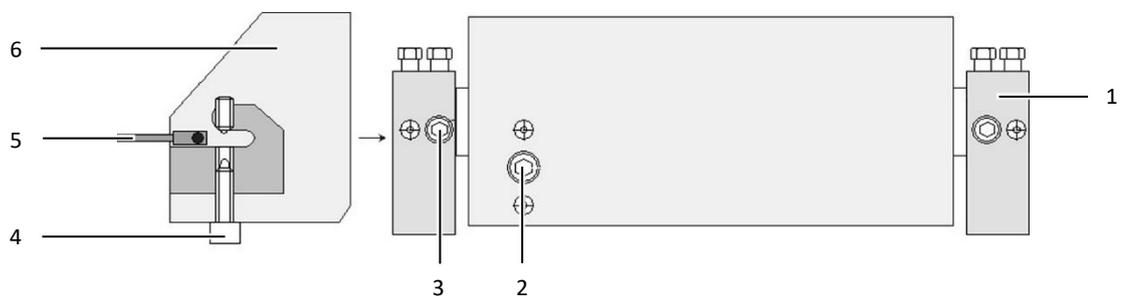
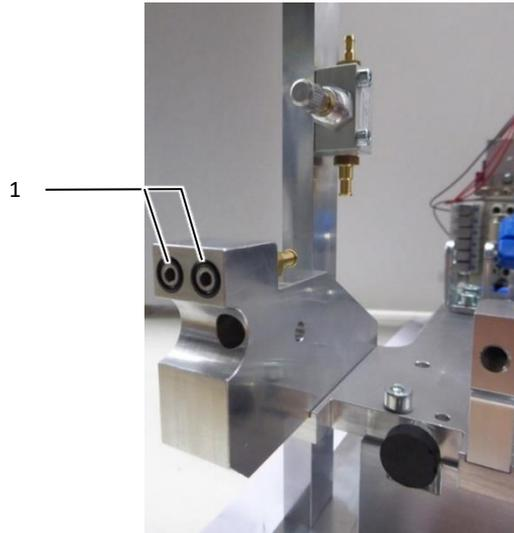

Abb. 11: Werkzeugeinheit Grundstellung
Abb. 12: O-Ringe an der Befestigungsleiste
- Werkzeugeinheit (Abb. 11, Pos. 6) in Grundstellung.
- Klemmschraube (Abb. 11, Pos. 2) ca. 5 Umdrehungen herausdrehen.
- Befestigungsschrauben (Abb. 11, Pos. 3) lösen und die Werkzeugeinheit entnehmen.
- Lage der vier O-Ringe (Abb. 12, Pos. 1) an der Befestigungsleiste (Abb. 11, Pos. 1) überprüfen.